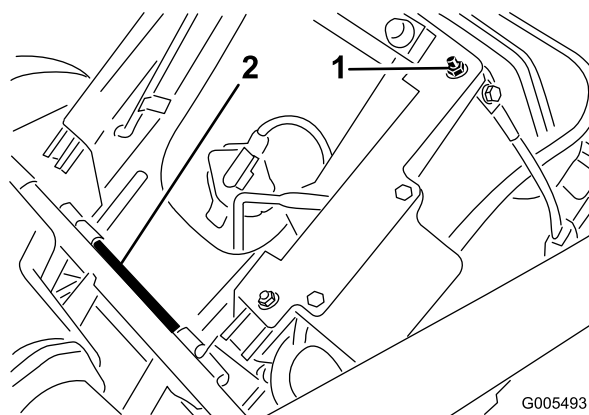

Figura 5
1. Retire la contratuerca (Figura 5) y el soporte del asiento (utilizado para el transporte) sujetos al tornillo de ajuste trasero derecho del asiento, y deséchelos. Soporte no ilustrado.
2. Retire el pasador y la varilla de pivote del asiento que fijan el asiento (posición de transporte). Retire el asiento (Figura 5). Deseche el pasador.